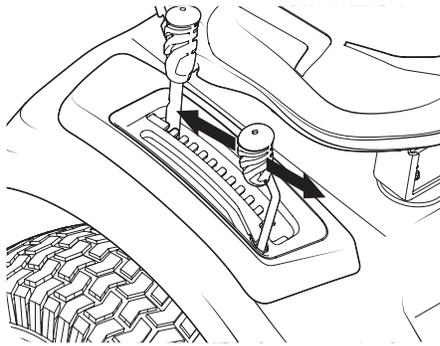

Figure 3-5
2. Poussez la manette de la prise de force (Embrayage de la lame) vers l'avant à la position « ON » embrayée. Voir la Figure 3-5.